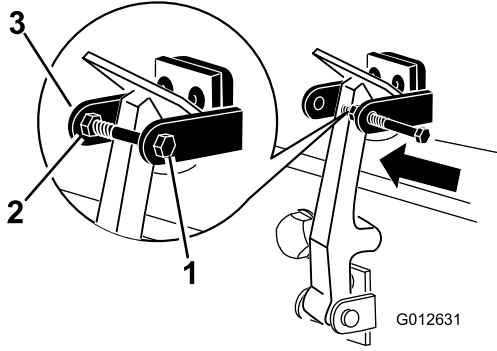

图10
- 将螺栓拧入机罩门锁支架的另一个臂，直至将门锁锁定到位（图10）。